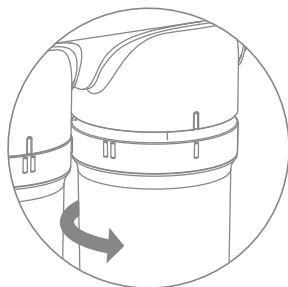
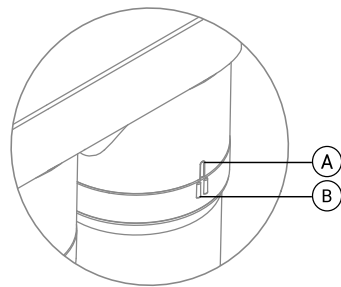

Рис. 8
Рис. 9
5. Поверните картридж по часовой стрелке (рис. 8), чтобы совпали метка «I» (А) на скобе фильтра и метка «II» (В) на картридже (рис. 9).